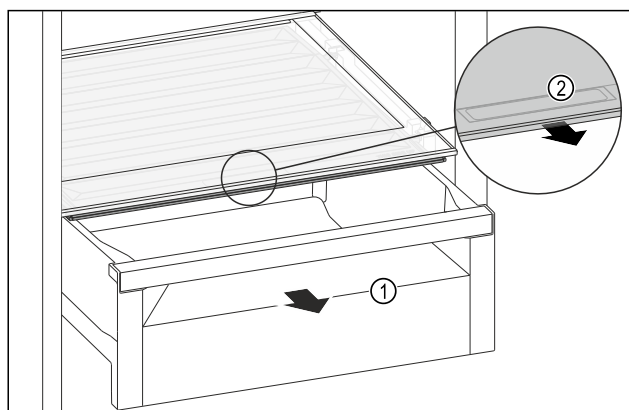

Fig. 175
- ▶ Zásuvku Fig. 175 (1) vytáhněte.
- ▶ Uchopte prohlubeň pro rukojeť Fig. 175 (2) na víku zásuvky a současně zatáhněte za víko zásuvky směrem dopředu.